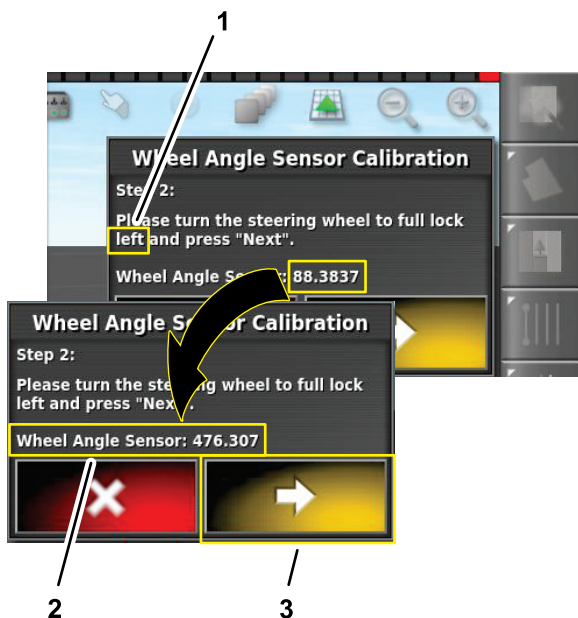

Figura 163
6. No Passo 2 (Step 2), vire totalmente o volante para a esquerda, pare e prima o ícone para avançar para o passo seguinte (Figura 163).